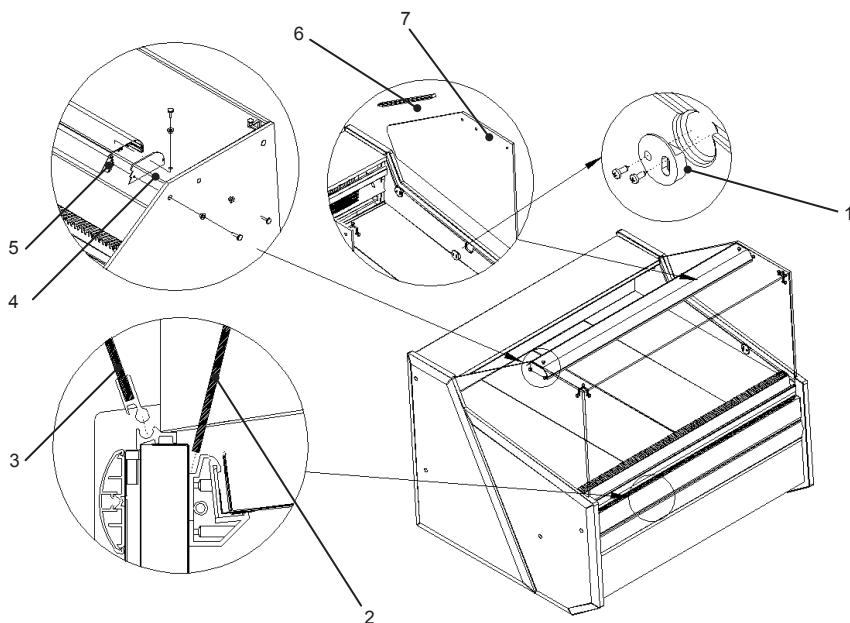

Рис. 4 Установка стеклянных элементов и алюминиевой лампы
1. Установить экспозиционные полки. Рис.4 (стр.42)
2. Установить стеклянные бока Рис.4 (стр.42)
3. Укрепить алюминиевую лампу (вместе с освещением) на стеклянных боковинах Рис.4 (стр. 42)
4. Установить защиту провода лампы Рис.4(стр. 42)
6. Установить фронтальный экран Рис.4/2 (стр. 42)
7. Установить передний экран Рис.4/8 (стр.42)
8. Установить передние стекла витрины Рис.4/5 (стр.42)